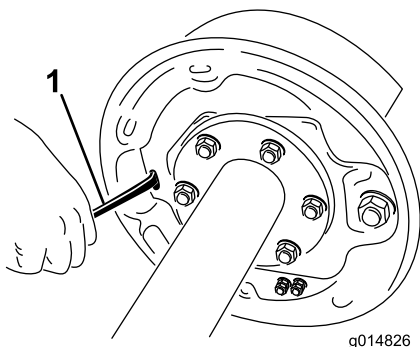

Bild 51
4. Drehen Sie das Sternrad des Einstellers mit einem Schraubenzieher, um die Bremsbacken zu verlängern (**Bild 51**).